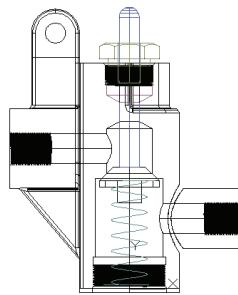

图 11-179 移动胶垫后的图形
4) 移动胶垫：单击“修改”工具栏中的“移动”按钮 $\text{M}$ ，以坐标点(0,0,0)为基点，沿Y轴移动，第二点坐标为(0,-2,0)。如图 11-179 所示。